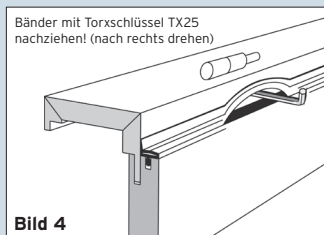

Bild 4
4. Mit einem Torxschlüssel TX25 überprüfen, ob die Bandunterteile fest angezogen wurden. Desweiteren sind kleine Korrekturen nach Befestigung der Zarge an den Bandunterteilen möglich (Bild 4).
① Bei verstärkten Zargen eindrehen bzw. überprüfen der Stockbandteile. Abstand zur Falzverkleidung ca. 3 mm. Die Stockbandteile müssen genau senkrecht eingerichtet sein.